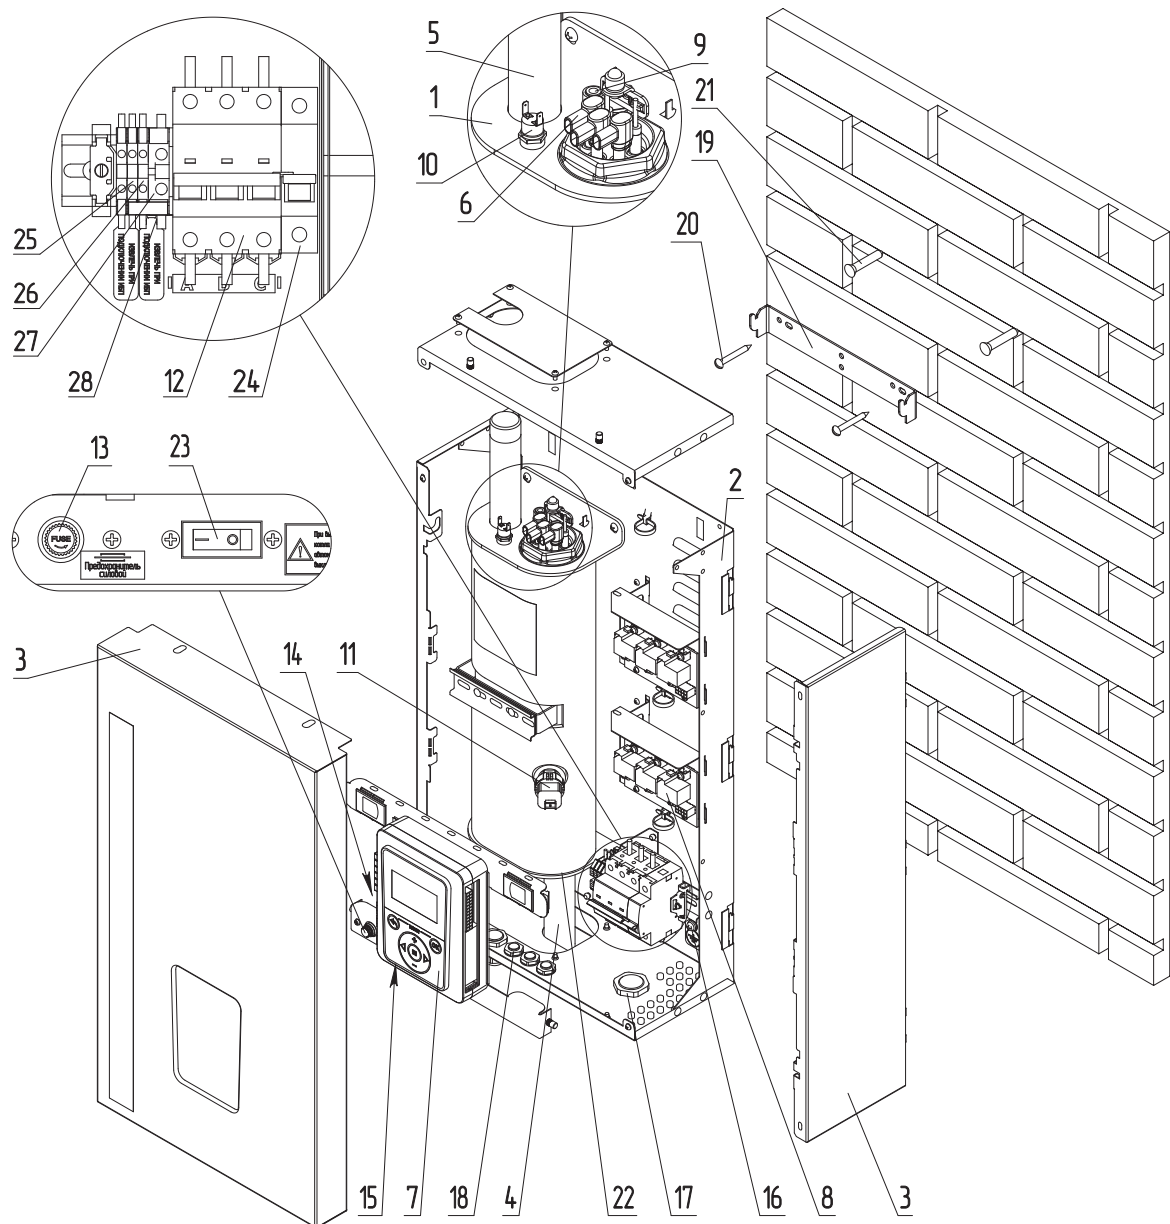
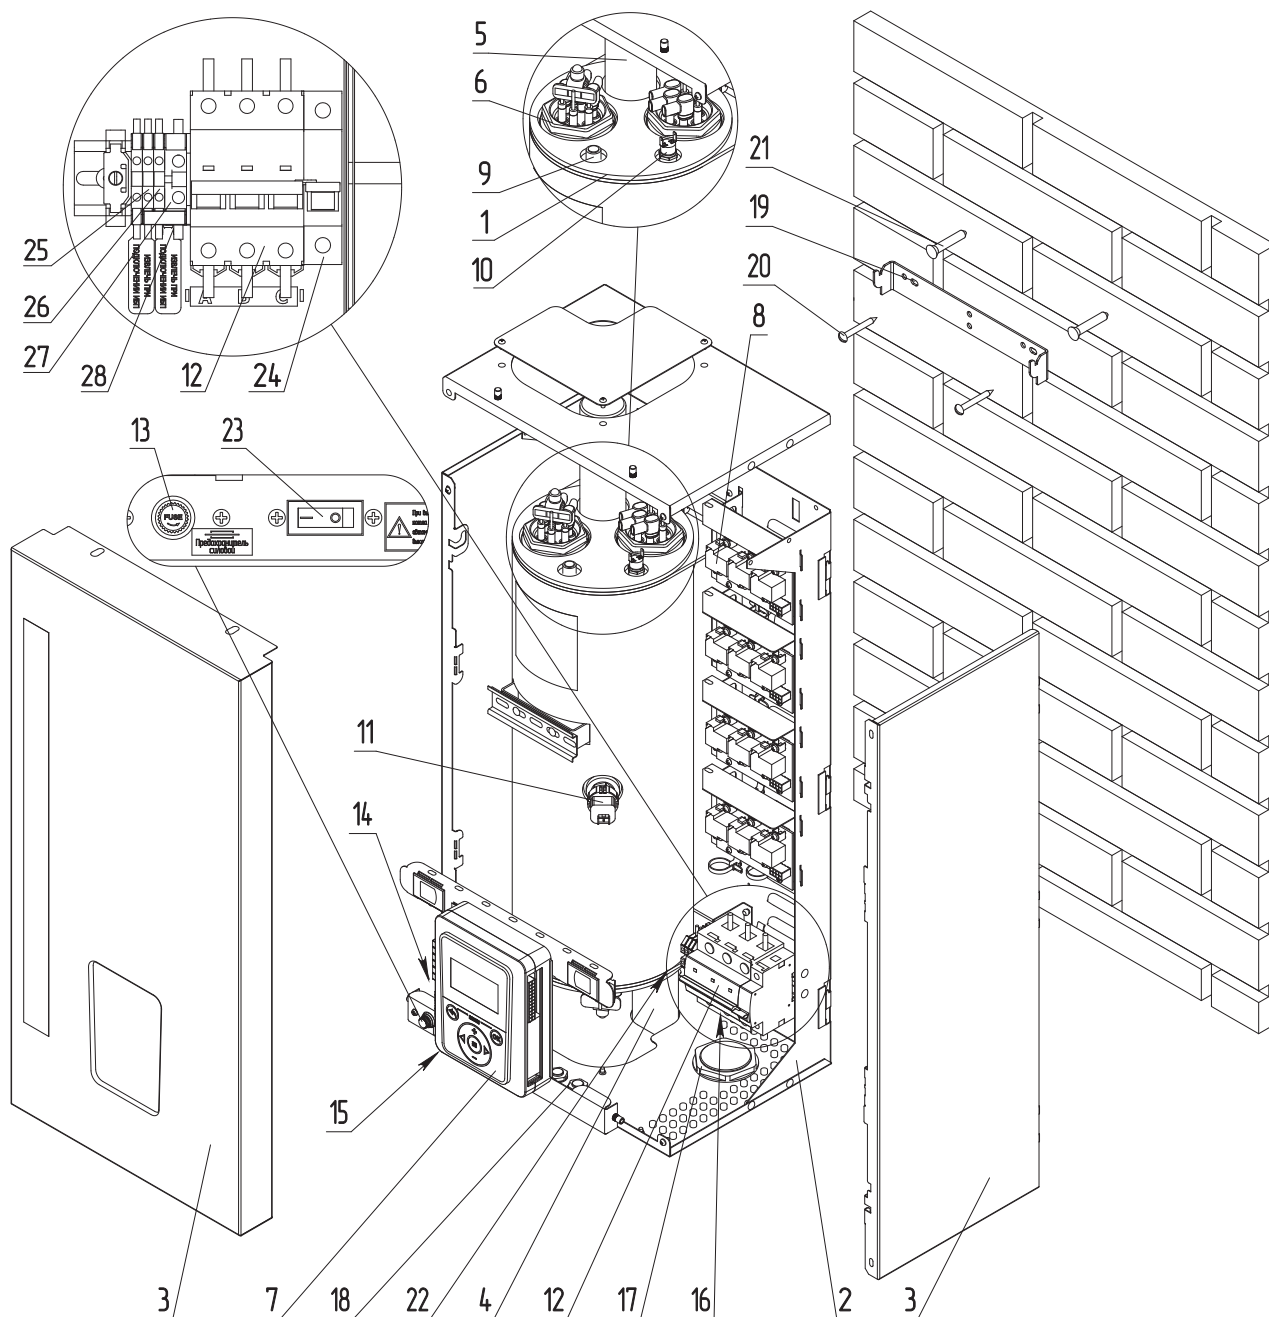
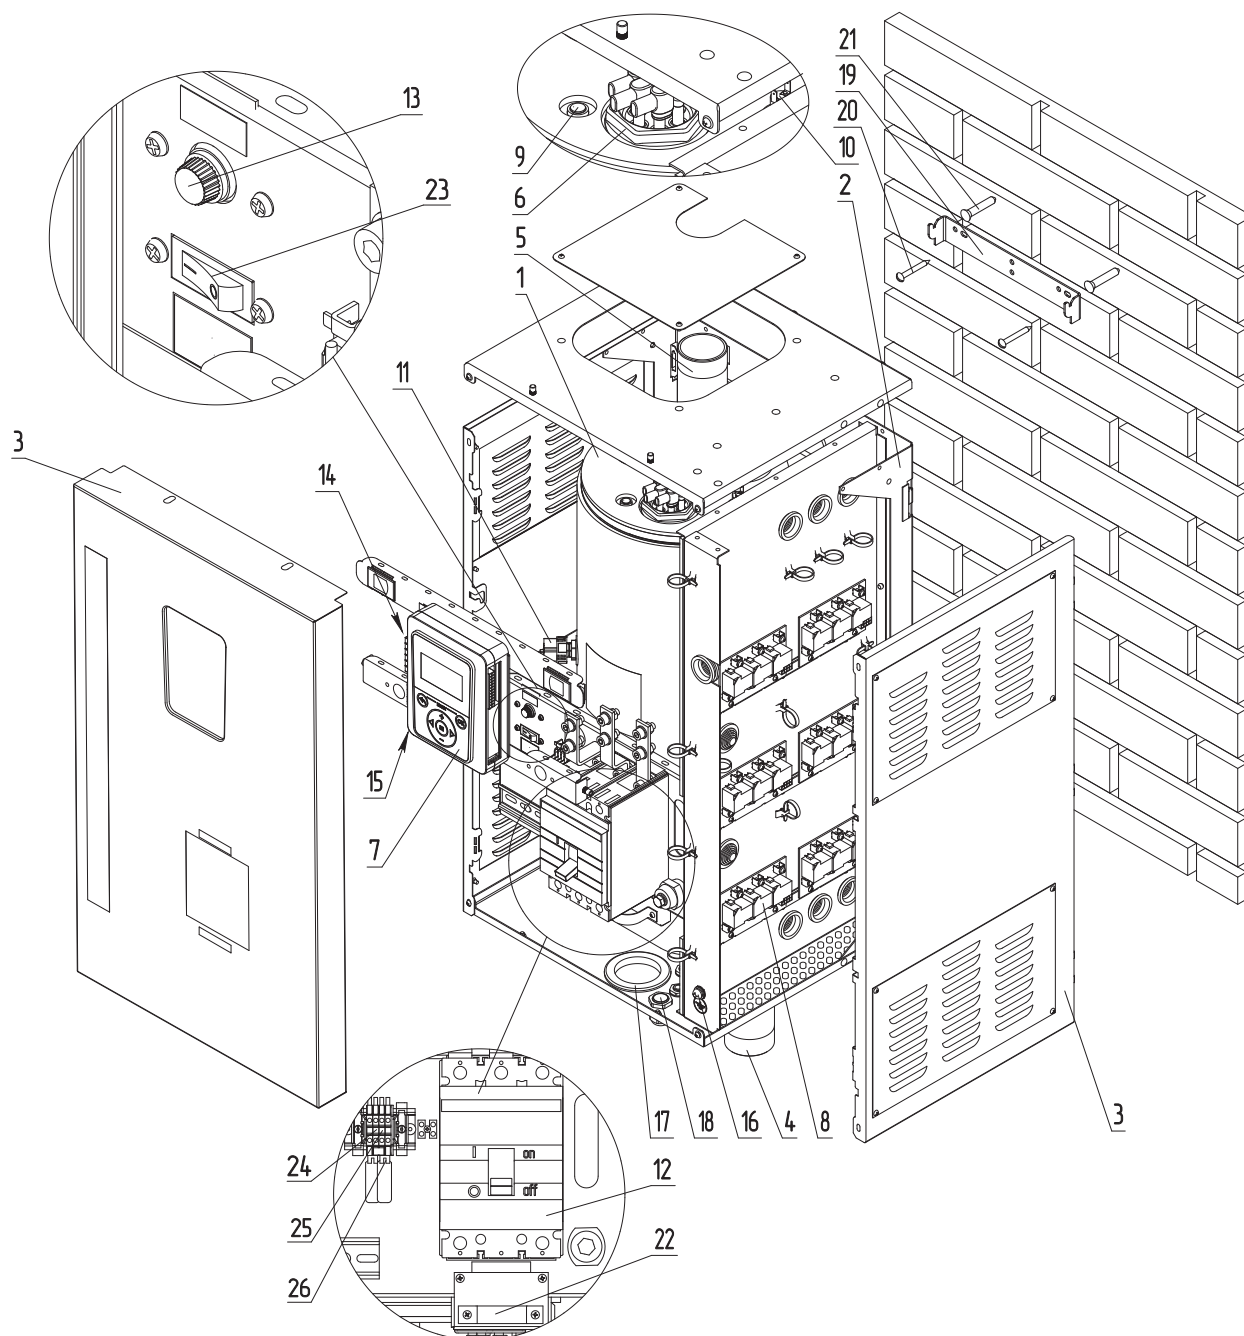

Рис.1 Устройство электрического котла ZOTA LUX-X 4,5-24 кВт
Рис.2 Устройство электрического котла ZOTA LUX-X 30-48 кВт
Рис.3 Устройство электрического котла ZOTA LUX-X 60-100 кВт
Закрепите настенный кронштейн на вертикальной поверхности в необходимом месте с помощью шурупов, входящих в комплект, и установите на него котел, как показано на **Рис.1, Рис.2, Рис.3**.
- присоединить рабочий нулевой провод на клемму нейтраль (N) котла;
- защитный нулевой провод (РЕ) подключить на болт «ЗАЗЕМЛЕНИЕ» (**Рис.1, Рис.2, Рис.3, поз.16**);
- включить вводной автомат (**Рис.1, Рис.2, Рис.3, поз.12**) вместе с дистанционным расцепителем в верхнее положение;
- перевести выключатель (**Рис.1, Рис.2, Рис.3, поз.23**) в положение ВКЛ;